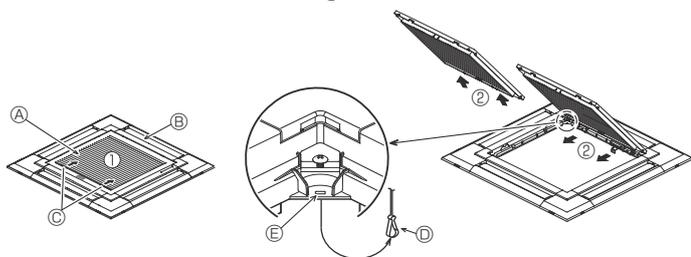
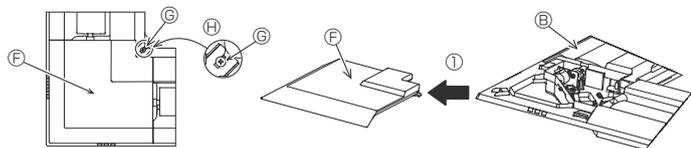

Fig. 9-3
Fig. 9-4
- Ⓒ Calibre de instalación ② (insertado en la unidad principal)
9.2.1. Extracción de la rejilla de admisión (Fig. 9-3)
9.2.2. Extracción del panel angular (Fig. 9-4)
[Fig.9-3] [Fig.9-4]